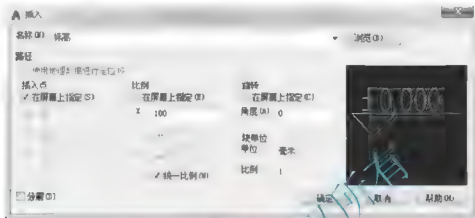

图 3.102 插入“标高”图块对话框
(1) 单击【绘图】工具栏上的【插入块】图标 (快捷键 I)，弹出【插入】对话框。
(2) 在【插入】对话框中的【名称】下拉列表中选择“标高”图块。对话框中的其他设置如图 3.102 所示，单击【确定】按钮。
- 因为按照 1:1 的比例绘制标高符号，所以插入“标高”图块时，应在图 3.102 所示的【插入】对话框中等比例地设定【X】和【Y】的缩放比例，如果将其插入 1:100 的图中，缩放比例为“100”，即将标高符号放大 100 倍；如果是插入 1:200 的图中，缩放比例为“200”，即将标高符号放大 200 倍；如果是插入 1:50 的图中，缩放比例为“50”，即将标高符号放大 50 倍。
- 由于在图 3.99【块定义】对话框中，勾选了【按统一比例缩放】，所以在图 3.102【插入】对话框中【统一比例】为灰色。